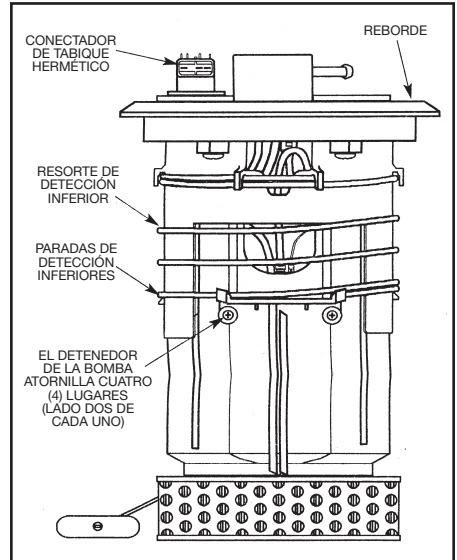

figura 1
- 1) Desconecte el enchufe eléctrico de la bomba de combustible del lateral inferior del conector del panel que se encuentra en la parte interior de la unidad del tanque. Libere el pasador de seguridad y deslice el conector hacia abajo fuera del conector (ver figura 1).
- 2) Desconecte la manguera de salida de la bomba de combustible que se encuentra en la parte inferior del reborde de la unidad del tanque (ver figura 1).
- 3) Comprima el resorte sensor de fondo hacia la parte superior de la unidad del tanque. Esto dejará espacio para retirar el ensamblaje del reborde. Con cuidado, haga palanca en los dos (2) enclavamientos de deslizamiento del reborde sobre los toques del sensor de fondo y deslice el ensamblaje del reborde de la parte inferior de la unidad del tanque (ver figura 1).
- 4) Retire los cuatro (4) tornillos de contención de la parte inferior de la unidad del tanque (ver figura 1).
- 5) Retire los dos (2) cables eléctricos de la bomba de combustible.
- 8) Retire el filtro externo de la parte inferior de la unidad del tanque doblando las dos (2) pestañas de cierre de metal de las lengüetas de cierre plásticas. Con cuidado, haga palanca para retirar el filtro de la unidad del tanque.
- 13) Vuelva a conectar el conector eléctrico al conector de panel en el lateral inferior del reborde (*ver figura 1*).